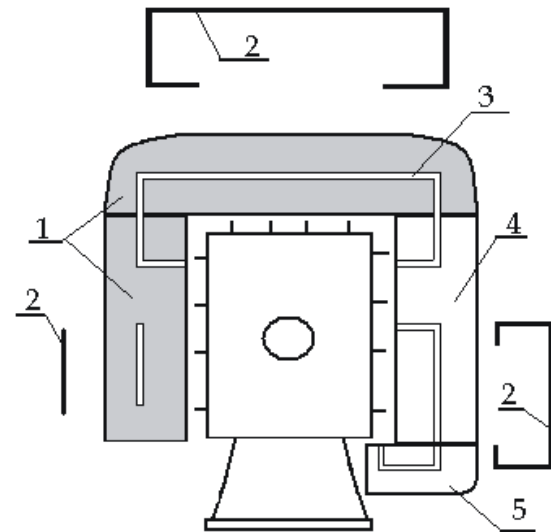

Рис. 4. Установка башмаков печи «Сударушка К»
- щиток (7) и уголки (8) отверстиями (12) вверх, крепятся к щиткам (5) и (6);
- надеть облицовку на топочный агрегат и, через отверстия (12) в уголках (8) болтами М6 закрепить на кронштейнах (3);
- в нижнюю часть ажурного щитка (7) установить опору камней (8);
- в вырез щитка (6) установить и закрепить саморезами тоннель каменки (10);
- на верхнюю кромку тоннеля каменки (10) надеть крышку (11);
- пространство между топочным агрегатом и ажурным щитком (7) заполнить банным камнем.
5.4. Сборка облицовки Сударушки К (см. рис.4и 5):
- установить башмаки (А) прижав их вырезами к ногам основания печи вариант 1, установить башмаки (Б) как указано на (рис.4) вариант 2;